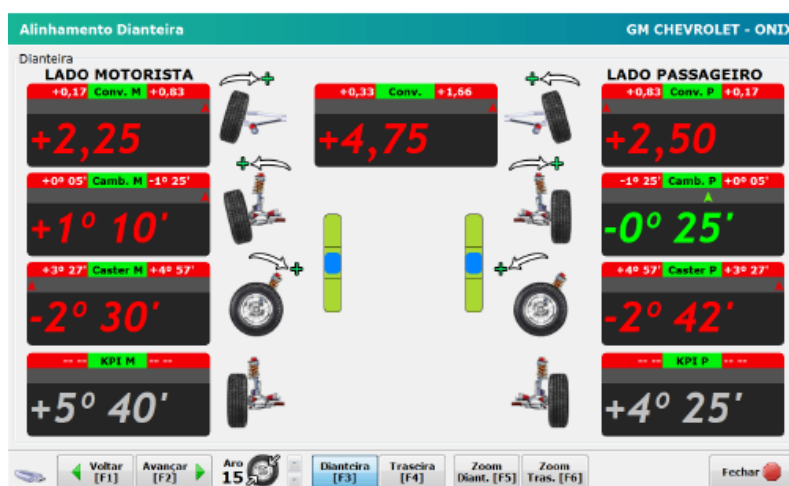
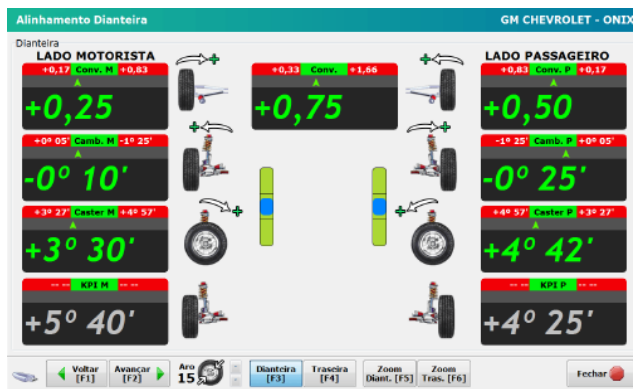

Figura 6 - Leitura final
Figura 7 - Leitura final ok
Após realizar todos os passos acima de leitura inicial do veículo clique em Avançar [F2] na tela de alinhamento do Softeck FC. Figura 6.
Nessa tela do Softeck FC as medidas iniciais do veículo agora serão comparadas com as medidas de fábrica do veículo. Figura 6 e Figura 7.
- [F3] Tela de ajuste Alinhamento Dianteiro. **Figura 6 e Figura 7.**